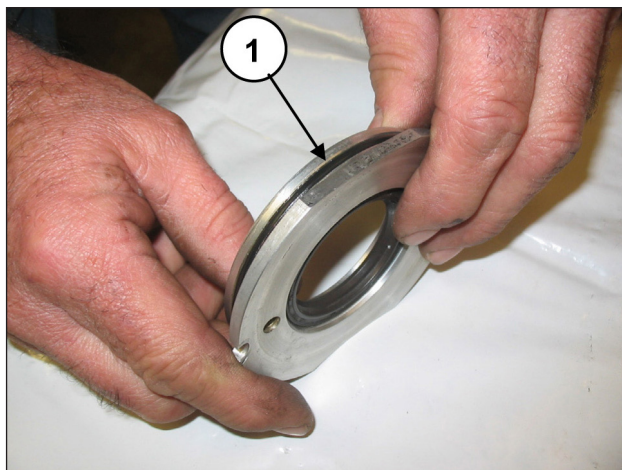
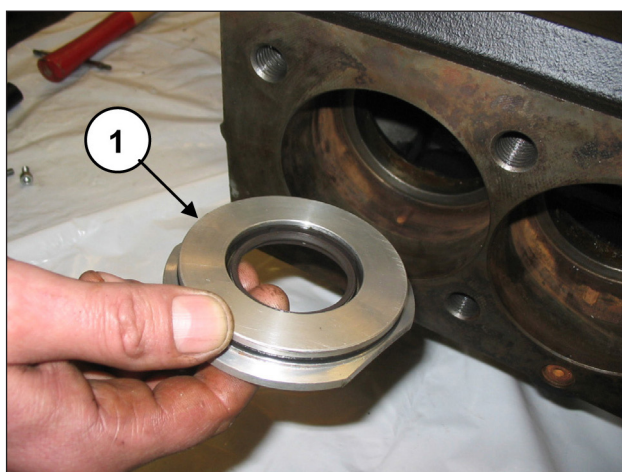

Fig. 170
Fig. 171
Posicione o anel circular (pos. ①, Fig. 170) no local da cobertura da vedação do óleo e insira o grupo montado no interior do carter no local adequado (pos. ①, Fig. 171).